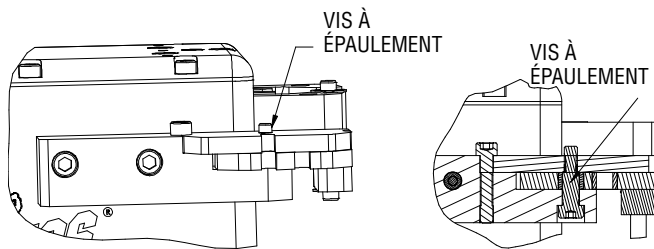

Figure 8: Vis à Épaulement
- A. Retirer la vis de 1/4 in-20 à épaulement qui se trouve sur le dessous du bloc de montage du dispositif QWT-3. Voir la Figure 8.